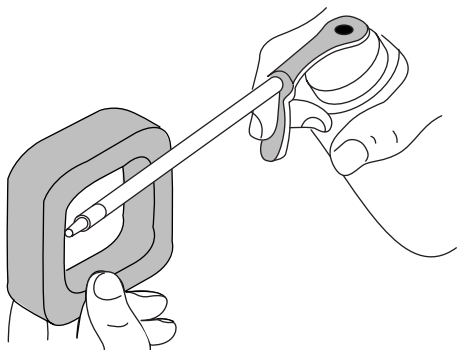

Fig. 46
4. Appliquez une quantité suffisante d'huile moteur propre SAE 30 pour enduire légèrement le filtre (Fig. 46).